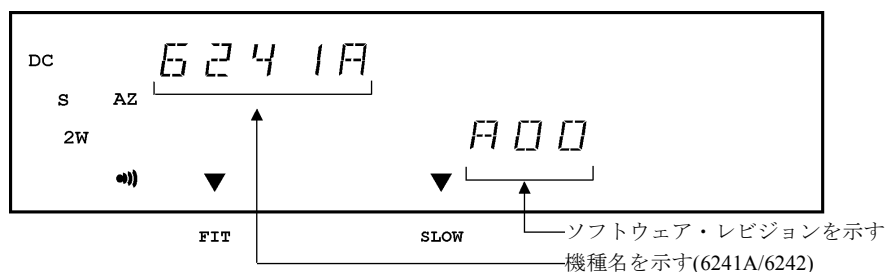
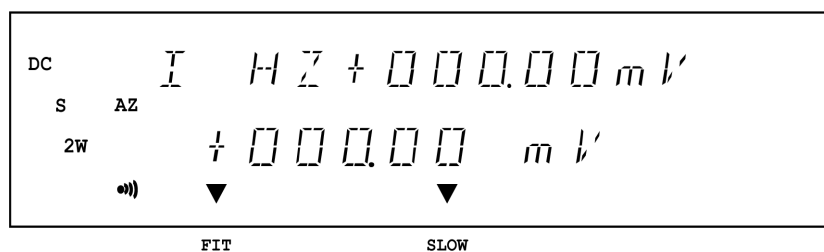

図 1-6 セルフ・テスト終了時の表示
図 1-7 スタート・アップ画面
正常に終了すると、機種名、電源周波数、GPIB アドレスまたは USB.Id、ソフトウェアのレビジョンを表示したあと（図 1-6 参照）、スタート・アップ画面が表示されます（図 1-7 参照）。
1. 前回の設定条件により、図 1-7 と異なる表示になることがあります。